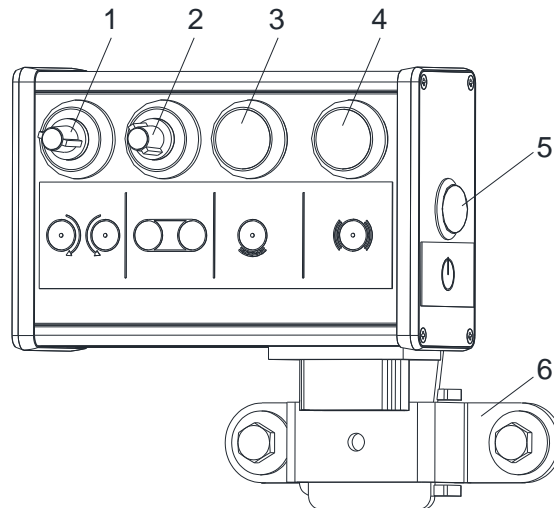

Bild 29 Bediengerät PotiPro Compact (hybrid)
- Bediengerät PotiPro Compact (hybrid) (Bild 29)
Wenn der Tellerstreuer nicht an ein Zugfahrzeug angehängt ist, wird das Bediengerät in einer Halterung an der Vorderseite des Trichters eingehängt. Eine im Lieferumfang enthaltene Halterung (Bild 29/6) für die Montage im Zugfahrzeug ermöglicht das Einhängen des Bediengeräts. Der Tellerstreuer kann aus dem Zugfahrzeug heraus bedient werden.